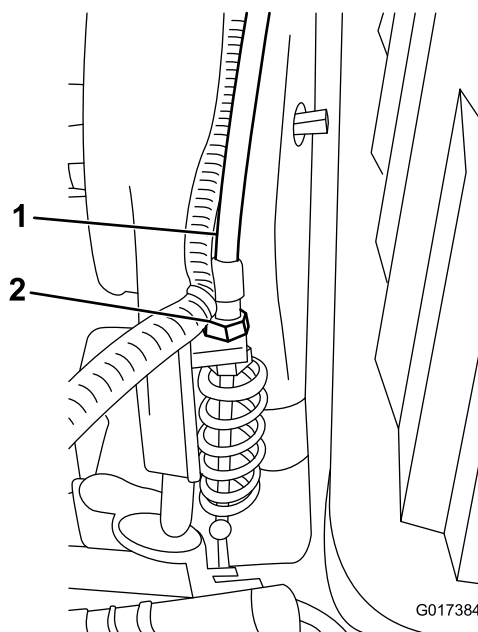

Figura 51
3. En el soporte de pasamuros de la transmisión, ajuste el cable de control del molinete (Figura 51), para obtener una longitud de 70,6 a 72,4 mm (2,78 a 2,85").